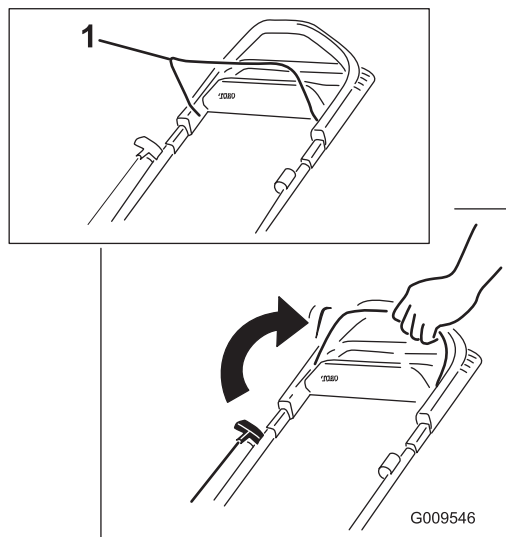
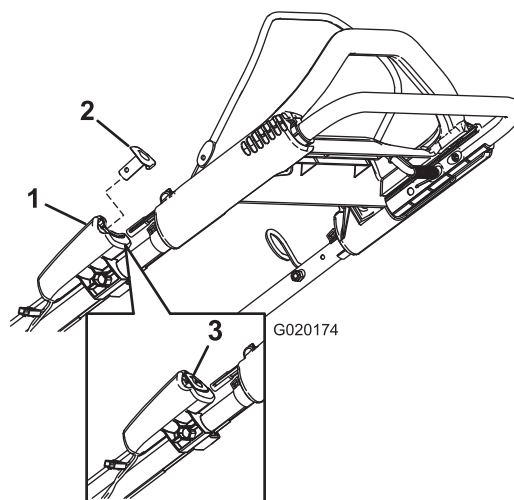

Figure 13
Figure 14
1. Maintenez la barre de commande de la lame contre le guidon (Figure 13).
2. Appuyez sur le bouton de démarrage électrique (Figure 14) (modèle à démarrage électrique uniquement) ou tirez la poignée du lanceur (Figure 13).
Remarque: Si le bouton de démarrage électrique a été retiré, insérez-le dans le démarreur électrique; voir Figure 14 (modèle à démarrage électrique uniquement).